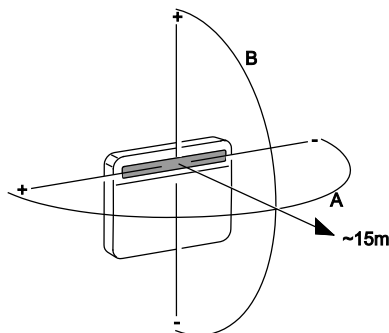
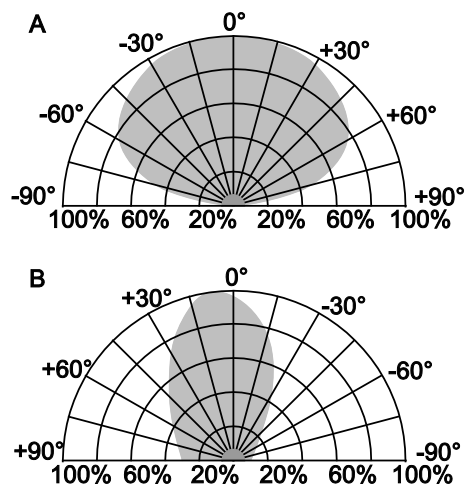

Рис. 1: Дальность действия
Рис. 2: Зона действия
Место монтажа должно находиться в зоне приема инфракрасного сигнала – см. Рис. 1 и Рис. 2. Учтите, что на зону приема ИК-сигнала могут влиять посторонние источники света (например, солнечные лучи, искусственное освещение).
2. При адресации учитывайте «зону приема- ИК-сигнала» – см. Рис. 1 и Рис. 2.